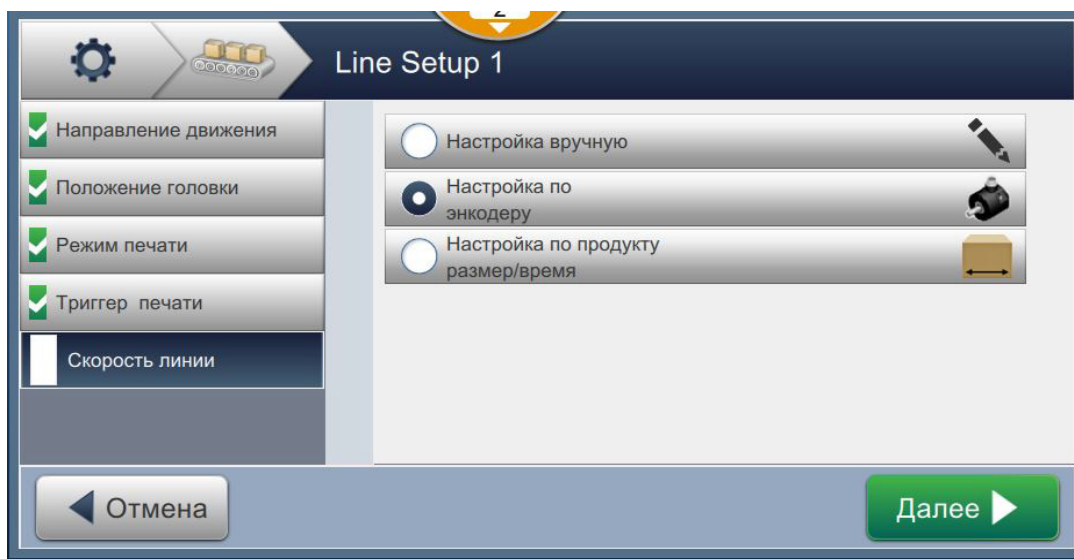

Рис. 6-37: Скорость линии – определяется параметрами размера продукта и времени
2. Измените нужные настройки на экране «Параметры», как показано на Рис. 6-37.